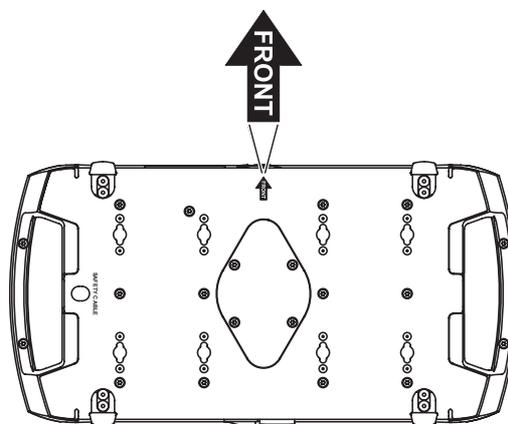

Bild 5: Vorderseite des Gerätes
4. Sperren Sie den Bereich unterhalb des Arbeitsbereichs ab (siehe Bild 5). Befestigen Sie das Gerät von einer stabilen Plattform aus so, dass der Pfeil **FRONT** an der Basis zur zu beleuchtenden Fläche hin zeigt. Ziehen Sie die Klemmen fest.